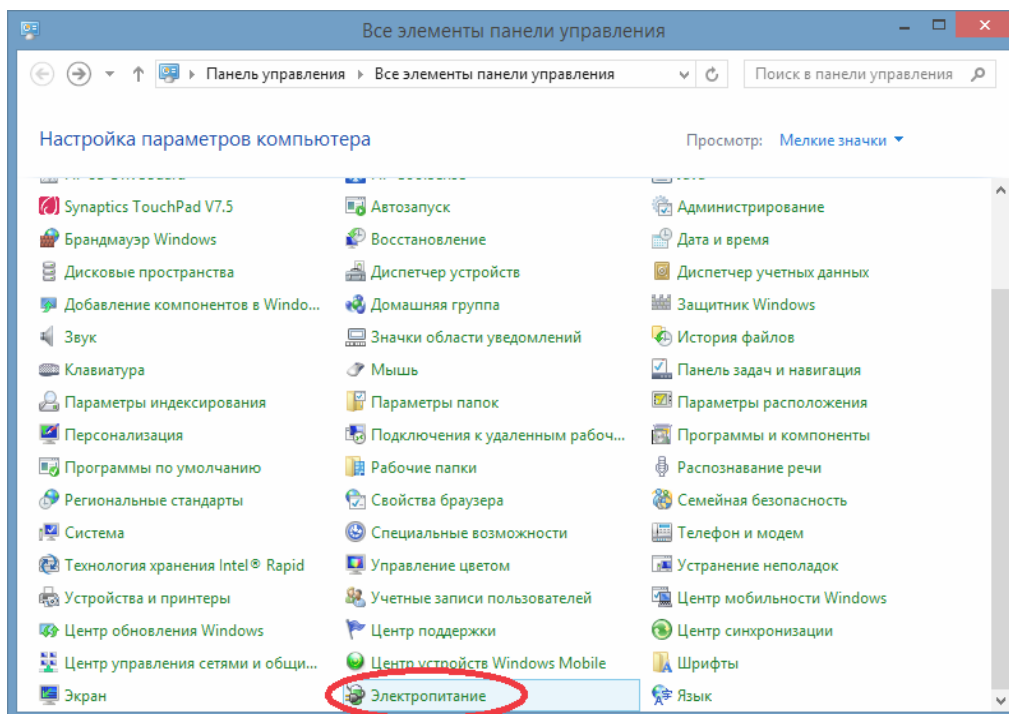

Рисунок 14
1) открыть «Панель управления Windows» и выбрать пункт «Электропитание» (Рисунок 14);